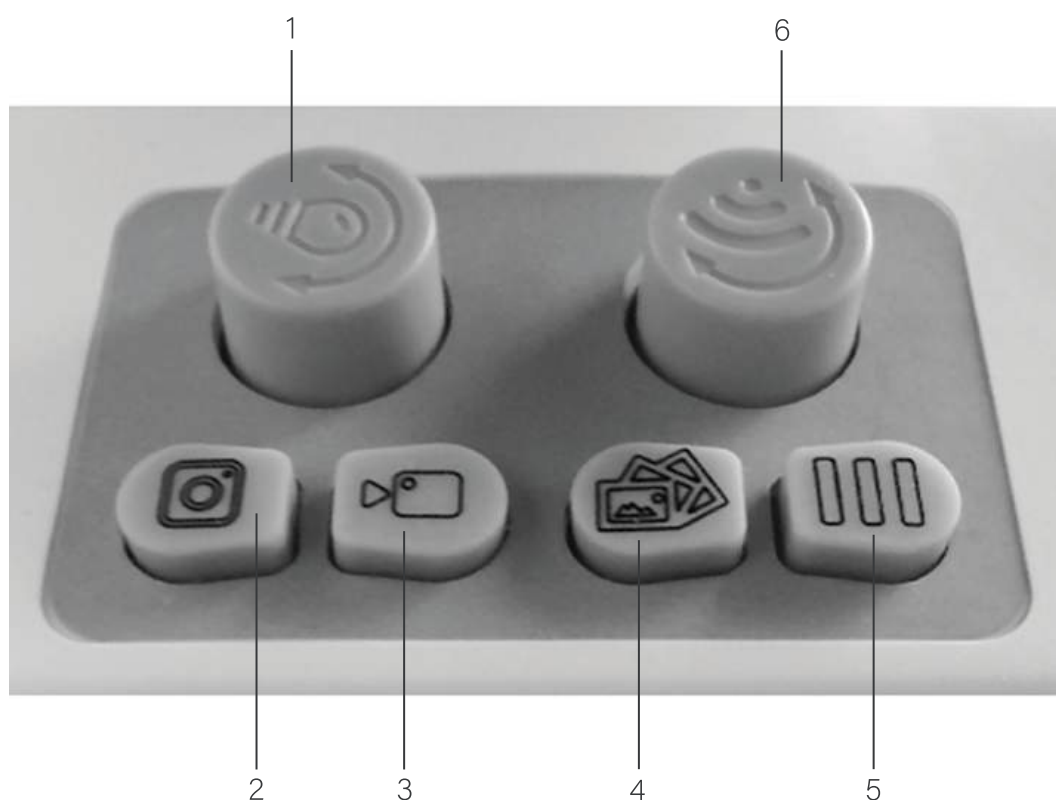

Рис. 7. Панель управления.
Апертурная диафрагма не предназначена для изменения яркости осветителя, для этих целей служит регулятор яркости 1 (рис. 7).
Включите микроскоп, для этого нажмите и удерживайте кнопку 3 (рис. 2) в течении нескольких секунд. Индикатор статуса 2 (рис. 2) будет светиться зеленым светом. Панель управления показана на рис. 7.
- Кратким нажатием энкодера 6 (рис. 7) выйдите на главную страницу, наведите камеру мобильного устройства на QR код и загрузите приложение **Т ОХ**.
- Кратковременно нажимая энкодер 1 (рис. 7) выберите осветитель проходящего или отраженного света и установите нужную яркость.
- Нажмите кнопку 5 (рис. 7) для выхода в меню.
- Прокручивая энкодер 6 (рис. 7), выберите Модуль температуры и выберите градусы Цельсия.
- Для того, чтобы вывести на монитор окно температуры нажмите и удерживайте несколько секунд энкодер 1 (рис. 7).